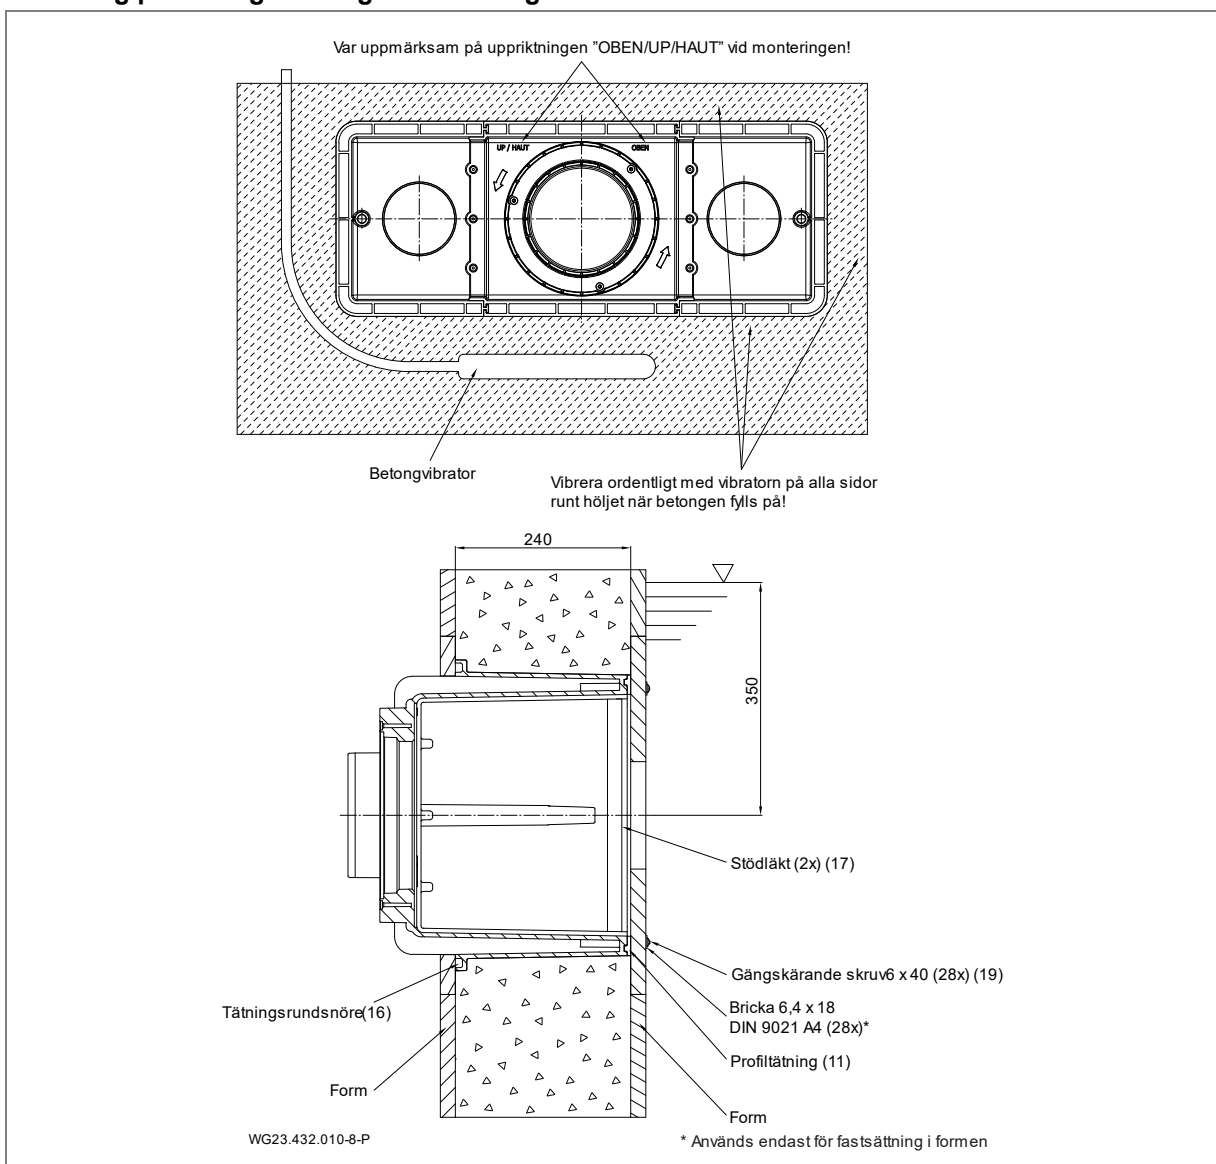

Bild 6
För tätning mot betongväggen rekommenderas en kringgående ring av epoxiharts/kvartssand på höljets utsida som är riktad mot poolen (1). Se "Bild 6" på sida 15